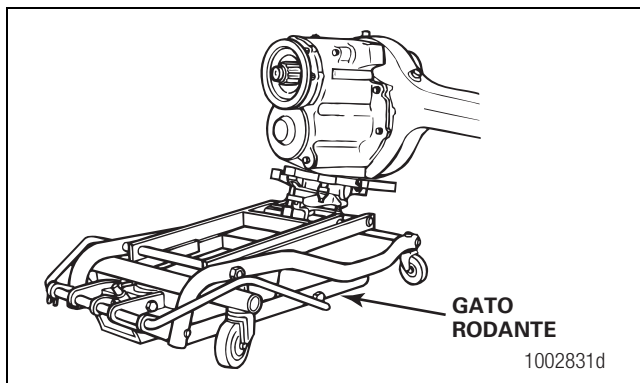

Figura 5.113
7. Use un gato hidráulico rodante o una herramienta para levantar para instalar el portadiferencial en la caja del eje. Figura 5.113.